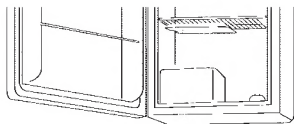

Fig. 3
- Para descongelar el congelador, retire los alimentos y la chorrola para cubos de hielo del compartimiento del congelador. Su modelo puede requerirle colocar la bandeja del goteo bajo sección del congelador (véase fig. 3). Para descongelar, gire dial del control de temperatura a la posición de "OFF" (Apagado). La descongelación generalmente se lleva a cabo en unas cuantas horas. Para descongelar más rápido, mantenga la puerta abierta y coloque un recipiente con agua fría dentro del refrigerador.